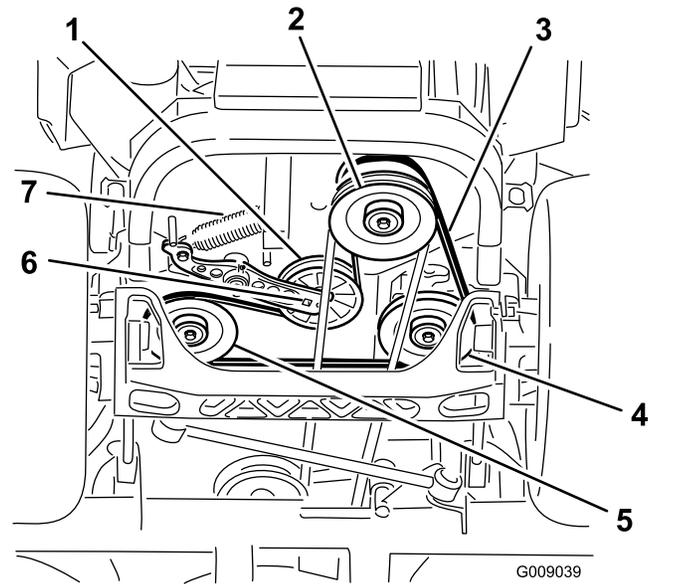

Figura 90
4. Levante la máquina y apóyela sobre gatos fijos (Figura 90).
5. Utilice una llave de carraca en el taladro cuadrado del brazo tensor para retirar el muelle tensor (Figura 90).
6. Desenganche el muelle de la polea tensora del bastidor (Figura 90).
9. Utilizando la llave de carraca en el taladro cuadrado del brazo tensor, instale el muelle tensor en el bastidor (Figura 90).